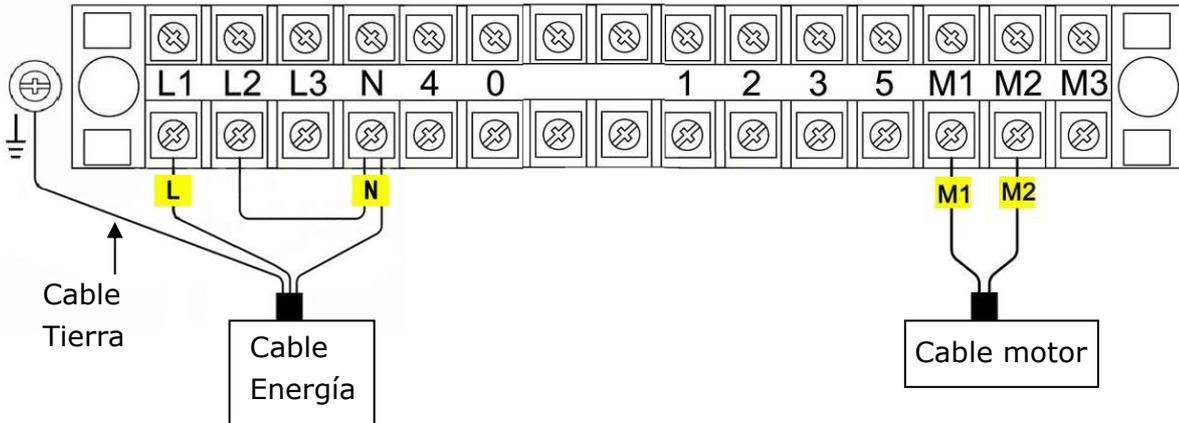

Fig.7
1. Conecte el cable de acuerdo con el diagrama siguiente. (Fig.7)